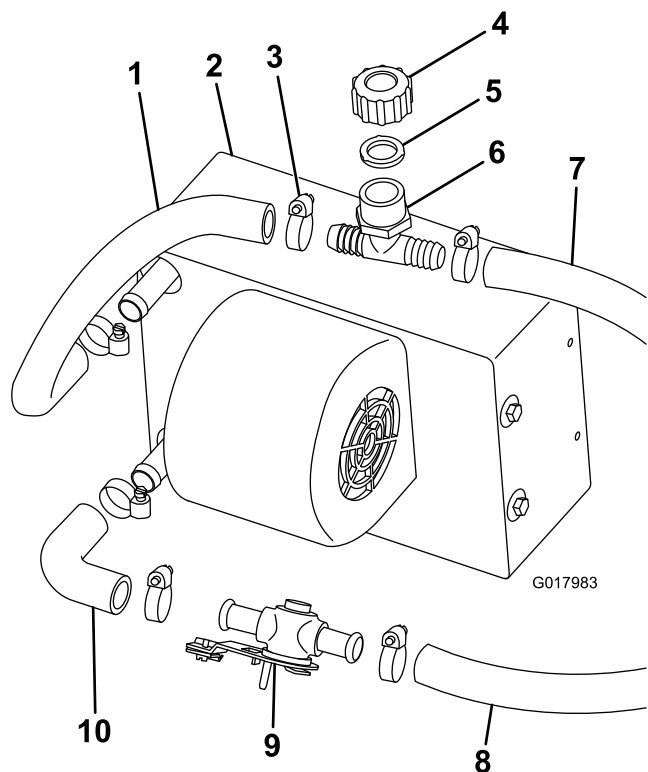

Figura 2
1. Conecte provisionalmente el codo al acoplamiento inferior del calentador con una abrazadera (**Figura 2**).
2. Conecte la válvula del calentador al codo con una abrazadera (**Figura 2**).
3. Corte un trozo de manguera (5/8") de 31 cm de largo y sujételo al acoplamiento superior del calentador con una abrazadera (**Figura 2**).
4. Conecte el acoplamiento en T de llenado blanco, la junta y el tapón a la manguera superior del calentador con una abrazadera (**Figura 2**).